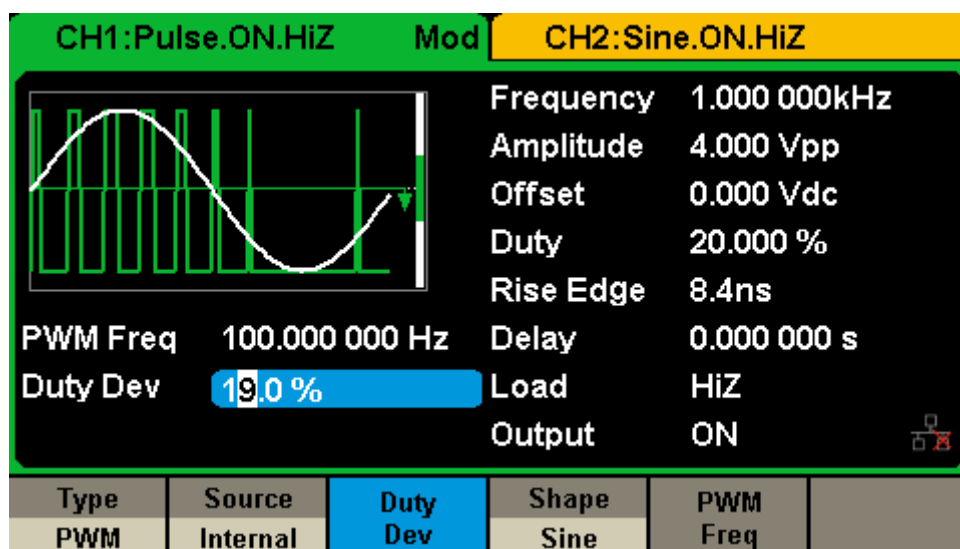

Figure 2-30 Interface de réglage de l'écart de service
- ✧ L'écart de service représente la variation (%) du service de la forme d'onde modulée par rapport au service d'origine. Appuyez sur Duty Dev pour mettre le paramètre en surbrillance, puis utilisez le clavier numérique ou les touches fléchées et le bouton pour saisir la valeur souhaitée, comme illustré à la Figure 2-30.